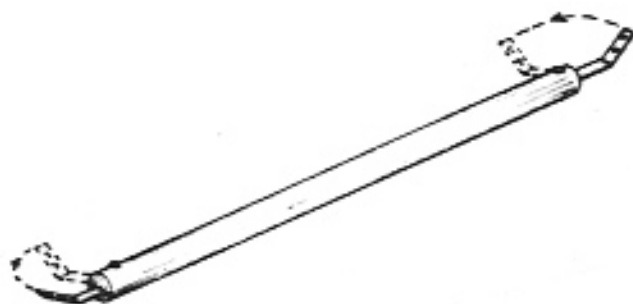

Fig. 5
- a) Tourner vers l'arrière les bouts de métal de la poignée. (Fig. 5)
- a) Rotate the metal ends of the handle towards the rear. (Fig. 5)